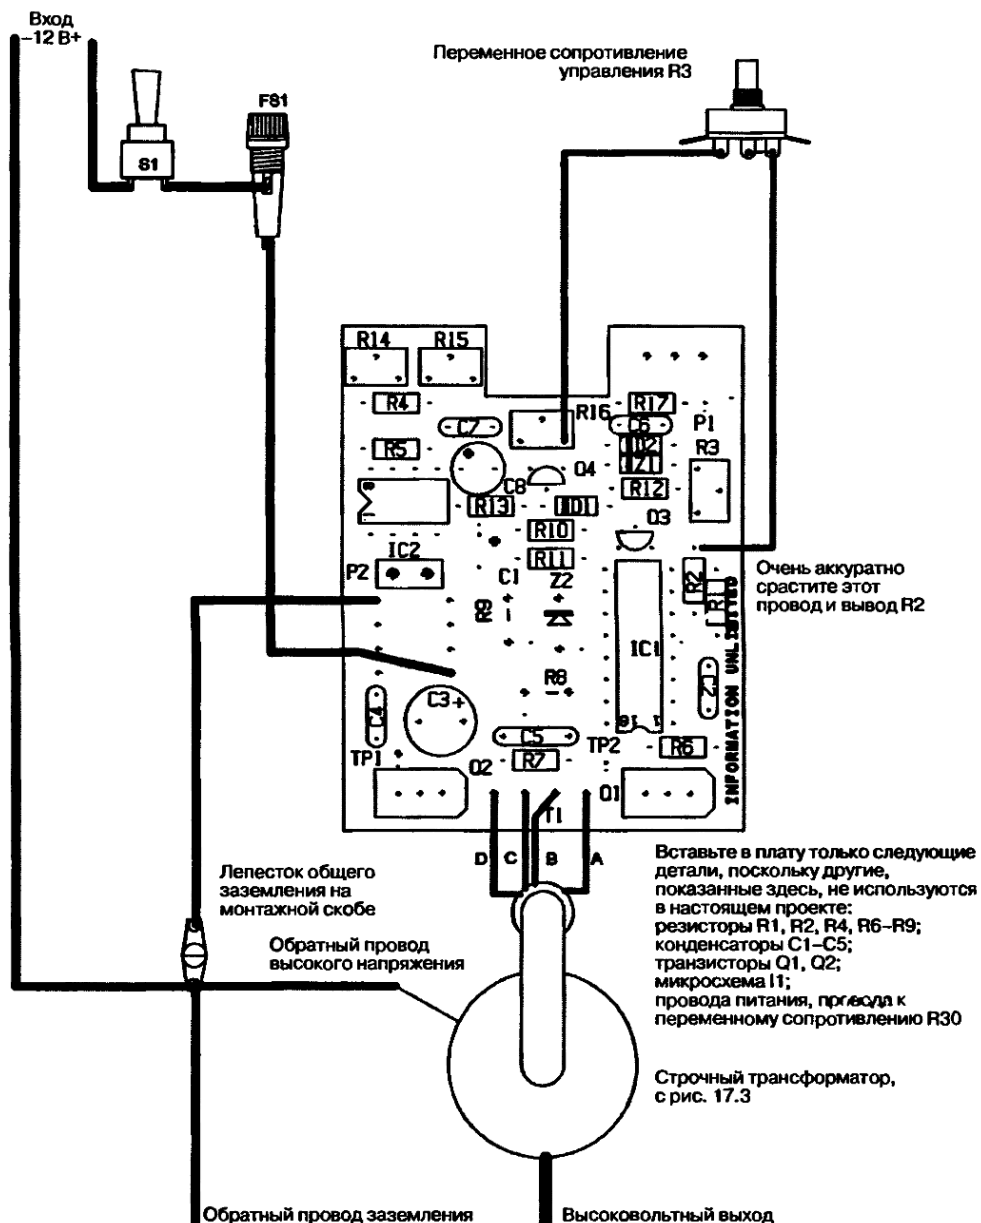

Рис. 17.6. Размещение компонентов на печатной плате PCB и внешние подключения
4. Соберите плату, как показано на рис. 17.6:
5. Установите компоненты на монтажной скобе MTGBKT. Выполните соединения проводами между собранной платой, установленными на скобе деталями и выводами первичных обмоток T1, как показано на рис. 17.6 и 17.7, используя скрученный виниловый провод #20 необходимой длины. Обратите внимание на схему установки Q1 и Q2: они должны быть изолированы от теплоотвода-скобы слюдяной прокладкой. Прикрепите все детали к основанию с помощью двух винтов 6-32×½ и гаек SW2/NU1. Обратите внимание на лист тонкого изолирующего пластика, который должен быть помещен между печатной платой и основанием.